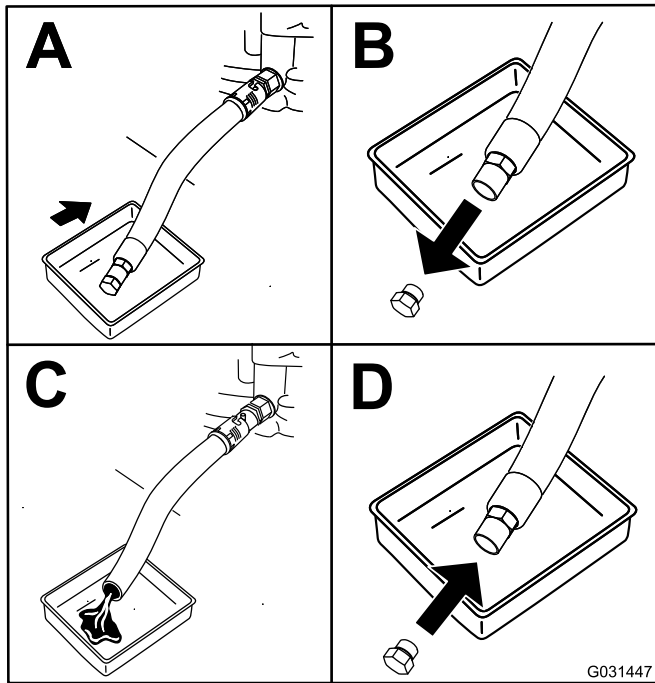

Figura 39
- Cambie el aceite del motor, según se muestra en Figura 39.